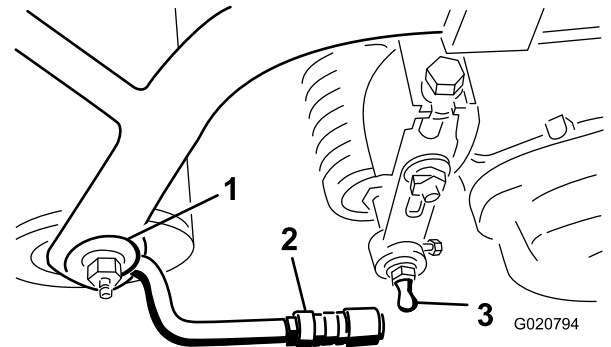

图 6
3. 将套管滑回球窝接头接收器然后将接收器挂到滚刀组球头螺栓上。松开套管让它滑到螺栓上方从而将组件锁定到一起图 6。